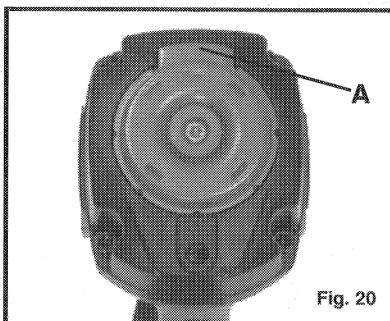

Fig. 20
5. Ajuste el desviador direccional de escape (A) Fig. 20, de manera que el aire de escape salga en una dirección alejada del operario. El desviador de escape provee siete posiciones de detención para dirigir el escape en un sentido opuesto al operario. Agarre el desviador y dele vuelta a la posición deseada para la aplicación actual.